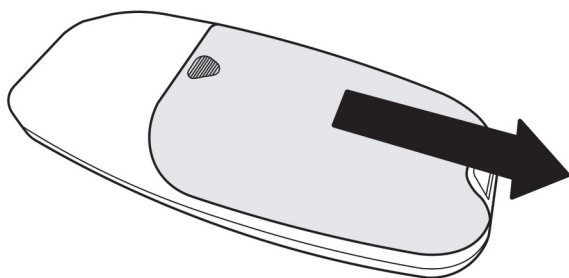

Fig. 15
Med hensyn til batterikablerne kan den samme isoleringsnøgle anvendes til begge systemer. For at gøre dette skal du tilslutte den anden elektronikboks ved hjælp af en længde ledning fra isolationsnøglen til selve boksen. Der bør kun være en enkelt positiv batterikabel forbundet til selve batteriet, hvorefter to kabler deler sig til de respektive bokse via in-line-sikringer fra og med isolationsafbryderen. Brug fig. 20 som reference. For at afslutte den elektriske opsætning fastgøres datakablet (4) mellem de relevante porte (Fig.15.DAT) i de elektroniske kontrolenheder (2). Sørg for, at det sidder fast på plads.
På håndsættet (1) skal du trykke på [ENG] (fig.13.I) og [DENG] (fig.13.J) og holde dem nede i 1 sekund for at gå i parringstilstand. Indikations-LED'en (Fig.13.B) på dit håndsæt skal blinke konstant grønt. Tryk på den lille synkroniseringsknap som vist i Fig.15 på din elektroniske kontrolenhed (2). LED'en på denne boks skal hurtigt blinke rødt, før den frembringer en lille kliklyd. Indikations-LED'en (Fig.13.B) på dit håndsæt skal lyse konstant grønt, og LED'en på den elektroniske kontrolenhed (2) skal skifte til et langsomt rødt blink for at angive, at de to er parret.